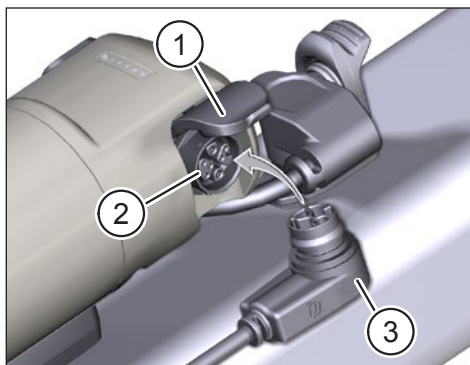

Fig. 9: Chargement du Range Extender
- ▶ Ouvrez le couvercle (élément 1 Fig. 9) sur le port de charge du Range Extender.
- ▶ Vérifiez que les contacts du port de chargement (élément 2 Fig. 9) sont propres et nettoyez-les si nécessaire.
- ▶ Branchez la prise (élément 3 Fig. 9) du chargeur dans le port de charge du Range Extender.